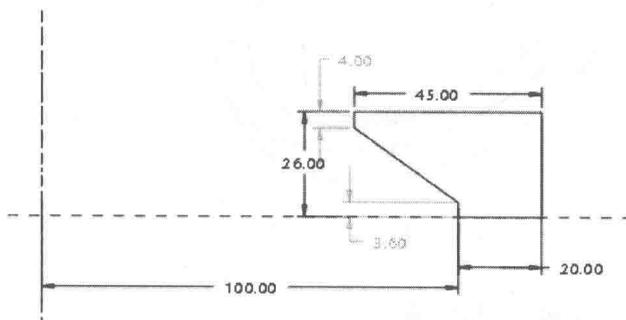

图 1-6
- (7) 使用绘制直线命令绘制如图 1-6 所示的草绘截面。